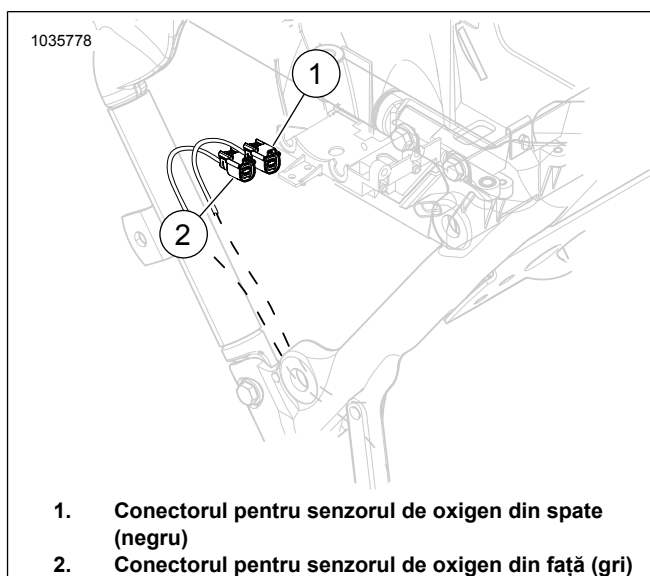

Figura 1. Locația senzorului de oxigen din spate și din față
6. Consultați Figura 1 . Deconectați conectorii senzorului de oxigen față și spate (1, 2).